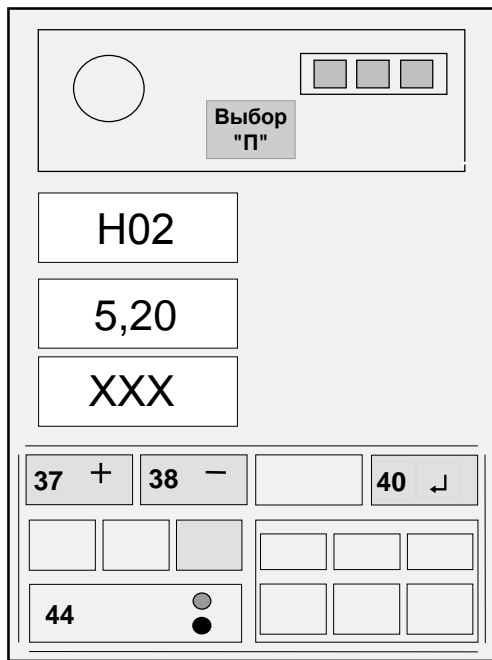

Рисунок 14
Нажимая кнопку ВЫБОР "П" (36), установить на верхнем ИЖЦ код "H02" (индикация вылета стрелы, см. рисунок 14).
Изменяя положение датчика угла наклона стрелы, добиться отображения на среднем ИЖЦ значения вылета, равное измеренному значению вылета по рулетке (см. рисунок 14).